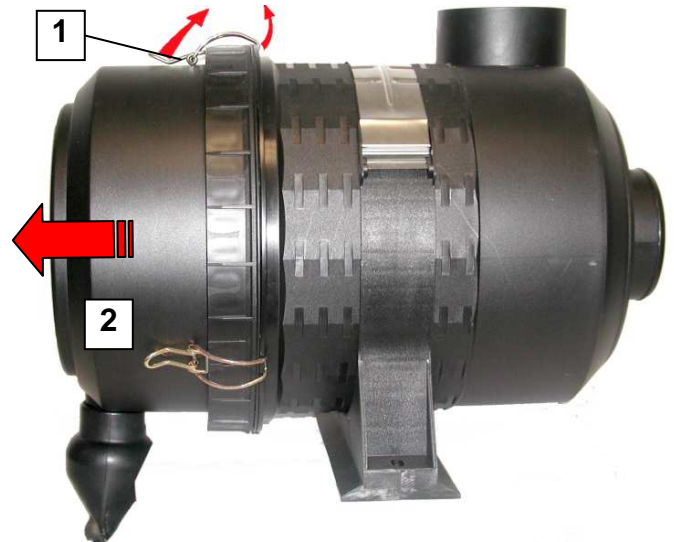

Bild 4 Gehäuseunterteil abnehmen
- Drahtspannverschlüsse (1) entriegeln und Gehäuseunterteil (2) abnehmen (siehe Bild 4).